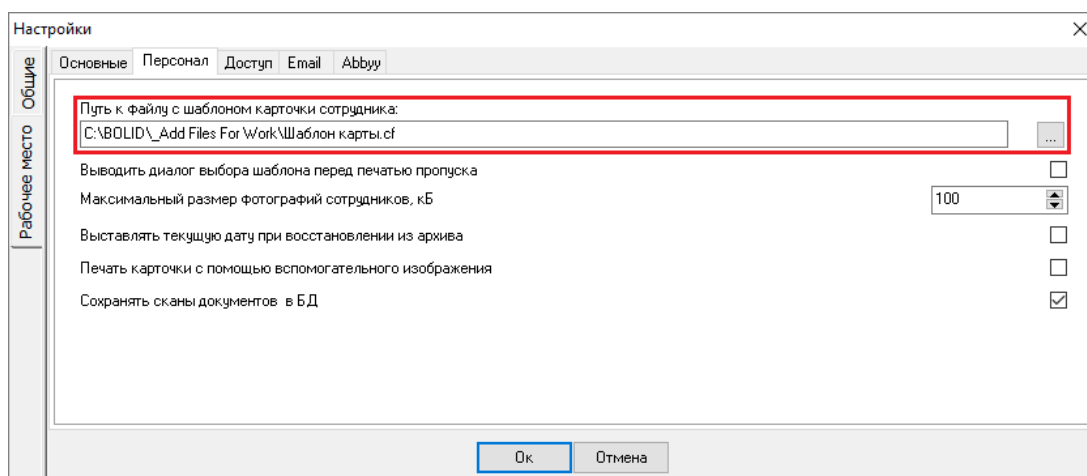
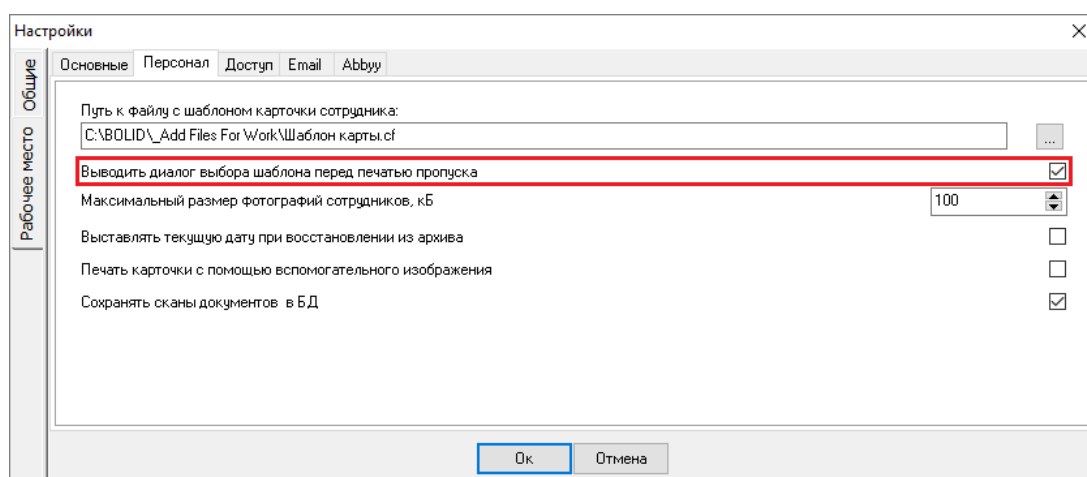

Рисунок 6-841 Путь к шаблону карточки сотрудника
Рисунок 6-842 Выбор параметра "Выводить диалог выбора шаблона перед печатью пропуска"
- а) для параметра «Путь к файлу с шаблоном карточки сотрудника» указать путь к созданному шаблону карточки сотрудника (см. Рисунок 6-841) или выбрать параметр «Выводить диалог выбора шаблона перед печатью пропуска» (см. Рисунок 6-842) – в этом случае перед печатью каждого пропуска необходимо во всплывающем окне выбирать шаблон для печатаемого пропуска.